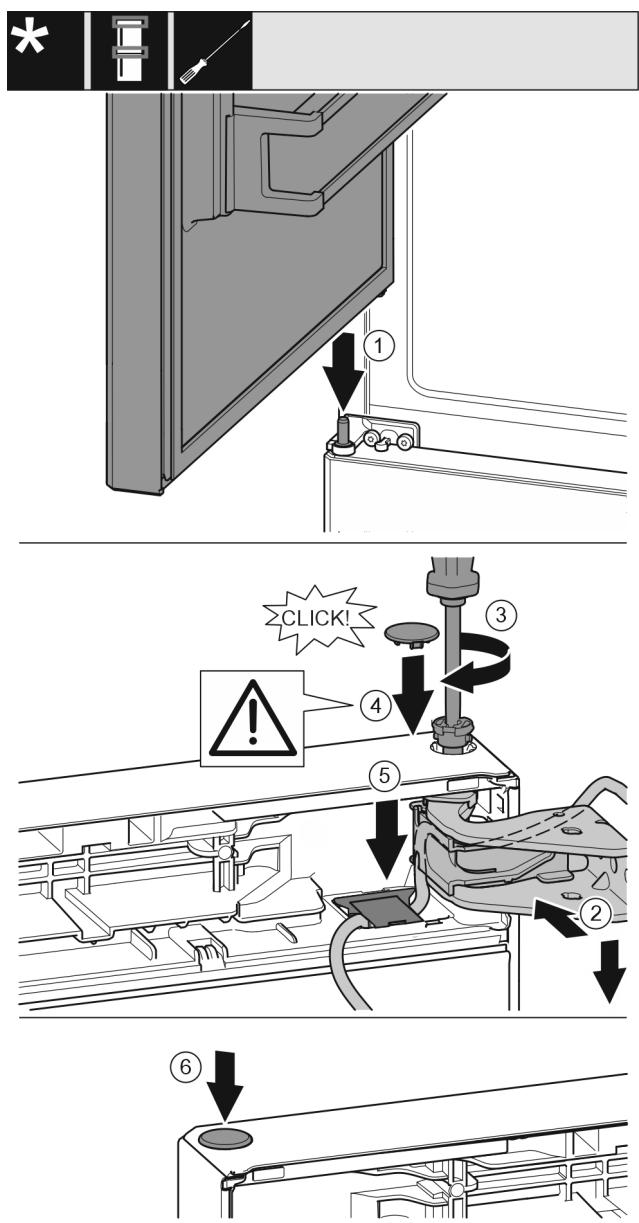

Fig. 40
- Obere Tür auf mittleren Lagerbolzen setzen *Fig. 40 (1)*
- Tür oben zur Öffnung im Lagerbock ausrichten. *Fig. 40 (2)*
- Bolzen einsetzen und mit Schraubendreher T15 fest-schrauben. *Fig. 40 (3)*
- Sicherungsabdeckung zur Sicherung der Tür montieren: Sicherungsabdeckung einsetzen und kontrollieren ob sie auf der Tür aufliegt. Ansonsten Bolzen vollständig einsetzen. *Fig. 40 (4)*
- Abdeckung einsetzen und nach unten drücken bis sie einrastet. Fig. 40 (5)
- Stopfen einsetzen. Fig. 40 (6)